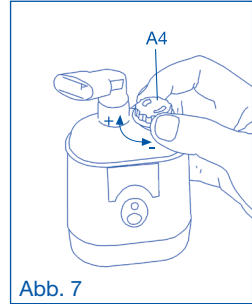

Abb. 7
7. Verstellen Sie die Abgabe über den entsprechenden Einstellknopf. Drehen Sie ihn im Uhrzeigersinn (Stellung +) für die Behandlung der oberen Atemwege oder gegen den Uhrzeigersinn (Stellung -) für die unteren Atemwege (Abb. 7).